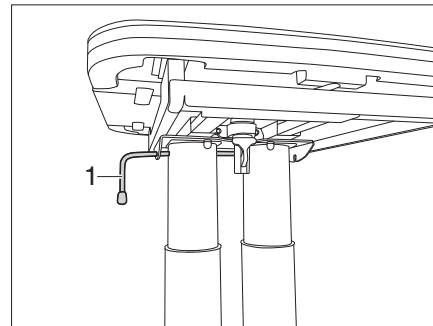

Bild 113 Tisch verriegeln
- Den Verriegelungshebel (Bild 113,1) nach links schwenken. Die Verriegelung ist offen.
- Den Verriegelungshebel (Bild 113,1) nach rechts schwenken. Der Hubtisch ist verriegelt.